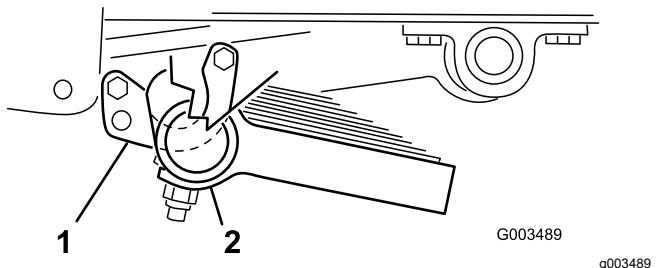

Figura 12
3. Fissate la parte anteriore di ciascuna sella al tubo mediante un bullone (5/16" x 1") e un dado di bloccaggio (5/16") (**Figura 12**).